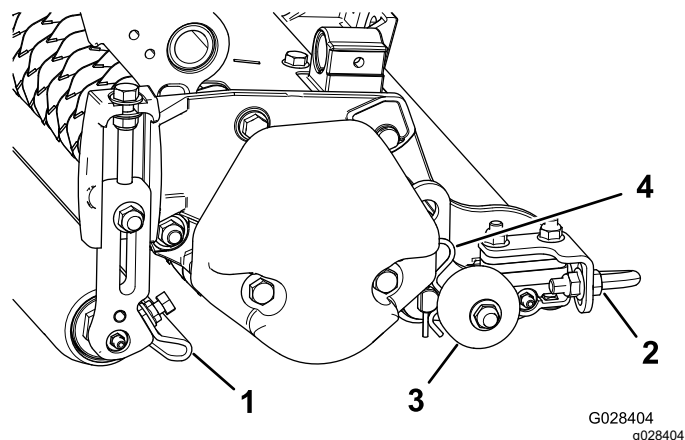

Figura 11
1. Afloje las tuercas que sujetan los rascadores de rodillo (Figura 11).
Importante: Antes de bajar los molinetes de verticorte al suelo del taller o de desmontarlos de la unidad de tracción, baje los rodillos de transporte (Figura 11) para proteger las cuchillas del contacto con una superficie dura.